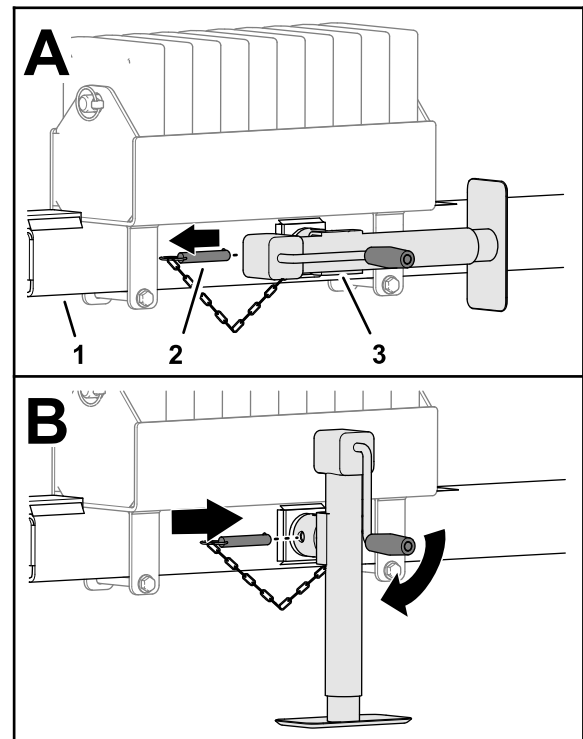

Figure 27
- Retirez la goupille qui fixe le cric sur le tube d'attelage (Figure 27).
- Pivotez le cric à la verticale (Figure 27).
- Insérez la goupille dans les trous horizontaux du cric et du tube d'attelage (Figure 27).